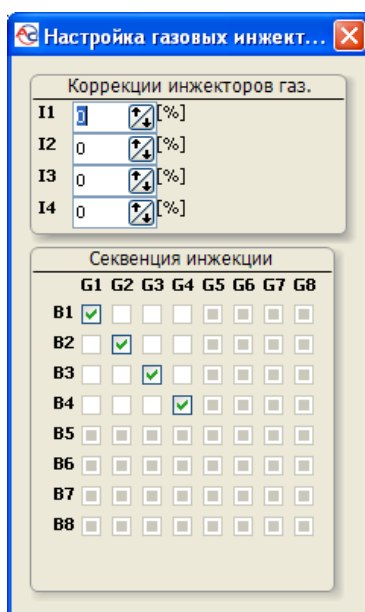

Рисунок 7. Настройки газовых форсунок
- **Тип газ. инжектора** – Тип использованной газовой форсунки. При изменении типа форсунки необходимо повторно осуществить автоматическую калибровку или откорректировать карту коэффициента !!! При нажатии кнопки  откроется окно «Настройки газовых форсунок» Рис. 7